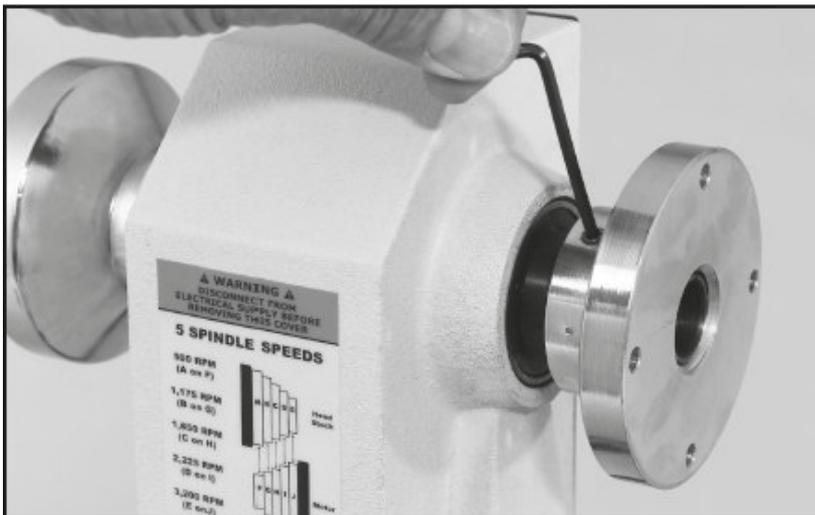

Abb. 6-8: Montage der Befestigungsplatte
2. Schrauben Sie die Befestigungsplatte im Uhrzeigersinn auf die Spindel des Spindelstocks (Abb. 6-8).